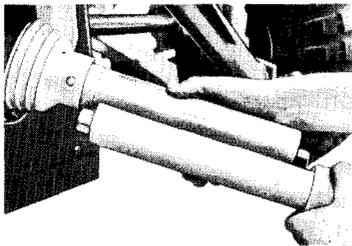

Fig. 6
2. Beim ersten Anbau vordere Gelenkwellenhälfte auf die Schlepperzapfwelle stecken. **Gelenkwellenrohre jedoch nicht ineinanderschieben**, sondern durch Aneinanderhalten prüfen, ob die Gelenkwellenrohre in **jeder Stellung** (auch die verschiedenen Anbau-Neigungen des Streuers lt. Streutabelle beachten) einerseits noch mindestens **60 mm ineinandergreifen** und andererseits **nicht gegen die Kreuzgelenke stoßen!** Bei zu langen Gelenkwellenrohren müssen beide Seiten gekürzt werden (Fig. 6). Der Winkeleinschlag eines Kreuzgelenkes darf **25 Grad** nicht übersteigen. (Gelenkwellenrohre schmieren!) Der Zapfwellenschutz